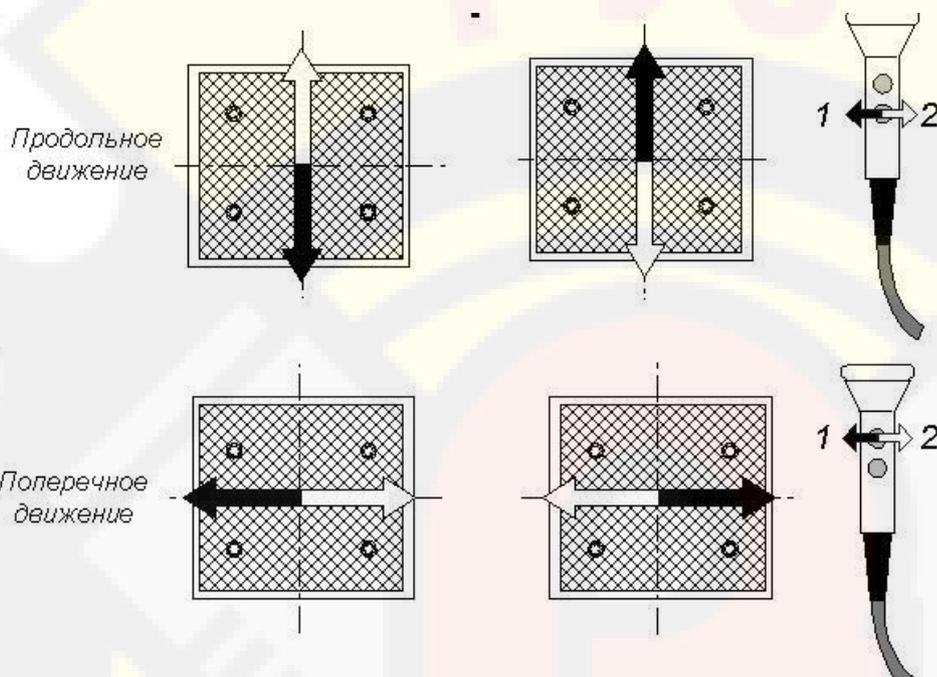

Рис. 5 Схема движения площадок
- переводим тумблер движения платформ (рис.5) в правое положение, при раздвижении платформ в крайнее положение удерживаем тумблер ещё 10-15сек.;
- повторяем предыдущий пункт для продольного движения платформ (рис.5);
- попеременным переводом кнопки № 1 ПДУ в положения 1-2 (рис. 5) перемещать подвижные площадки в поперечном направлении;
- попеременным переводом кнопки № 2 ПДУ в положения 1-2 (рис. 5) перемещать платформы площадок в продольном направлении;